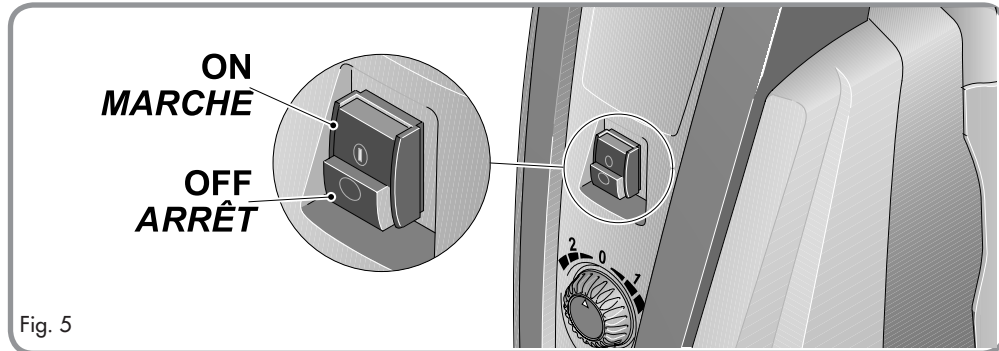

Fig. 5
7. Move the ON/OFF switch to the ON position. (fig.5)
- 7 Mettre l'interrupteur ON/OFF en position ON (Fig. 5)